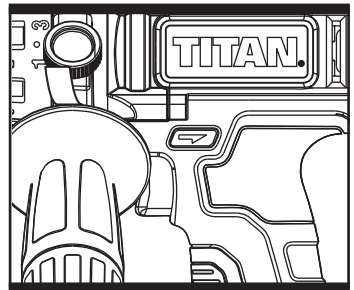

Fig. 4
1. ON/OFF SWITCH & VARIABLE SPEED CONTROL (Fig. 4)
2. FORWARD/REVERSE SWITCH & SWITCH LOCK (Fig. 4)